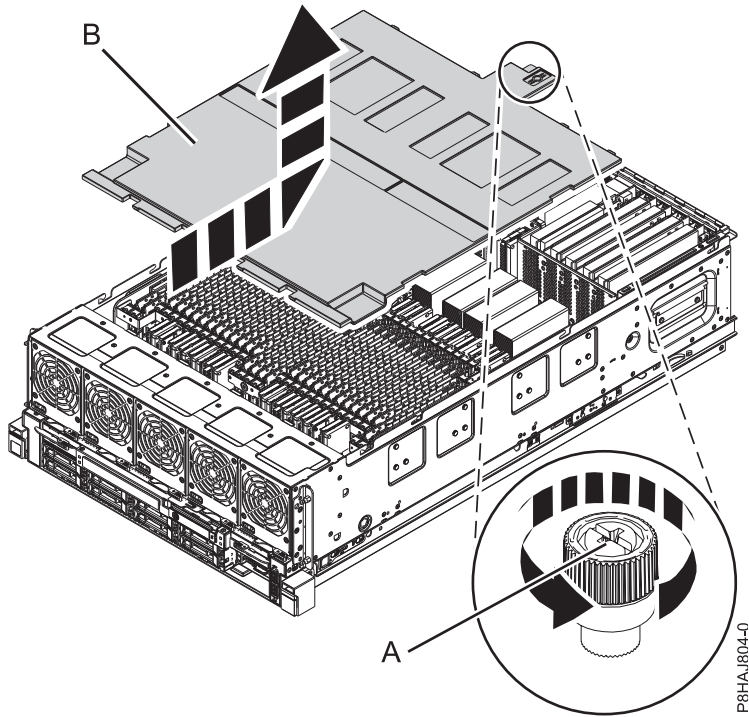

Abbildung 33. Sicherheitsabdeckung ausbauen
2. Lösen Sie die Rändelschraube (A) an der Rückseite der Abdeckung, indem Sie sie in die in Abb. 33 auf Seite 48 gezeigte Richtung drehen.
3. Schieben Sie die Sicherheitsabdeckung (B) zur Rückseite des Systems. Wenn sich die Vorderseite der Abdeckung von der oberen Rahmenleiste gelöst hat, heben Sie die Abdeckung an und vom System ab.